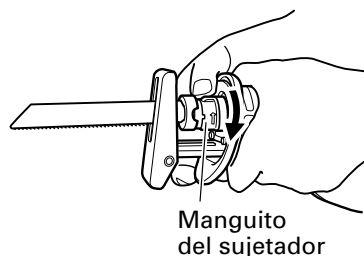

Fig. 10
- (4) Tire ligeramente del manguito del sujetador en la dirección de la flecha indicada en la Fig. 10 (en la dirección opuesta a la flechada marcada en el mismo). Al hacerlo, la fuerza del resorte hará que el manguito del sujetador vuelva automáticamente a la posición correcta. No hay necesidad de asegurar el manguito del sujetador en este momento. (Fig. 10)